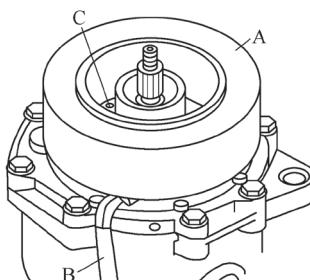

图 5-44 安装空调压缩机电磁线圈
- ①将电磁线圈装到压缩机上。
- ②将卡簧 C 装在凹槽 A 内(图 5-44)。
- ③其他安装按拆卸顺序进行。